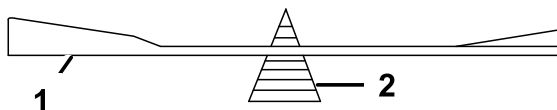

Figure 65
2. Vérifiez l'équilibre de la lame en la plaçant sur un équilibreur (Figure 65).